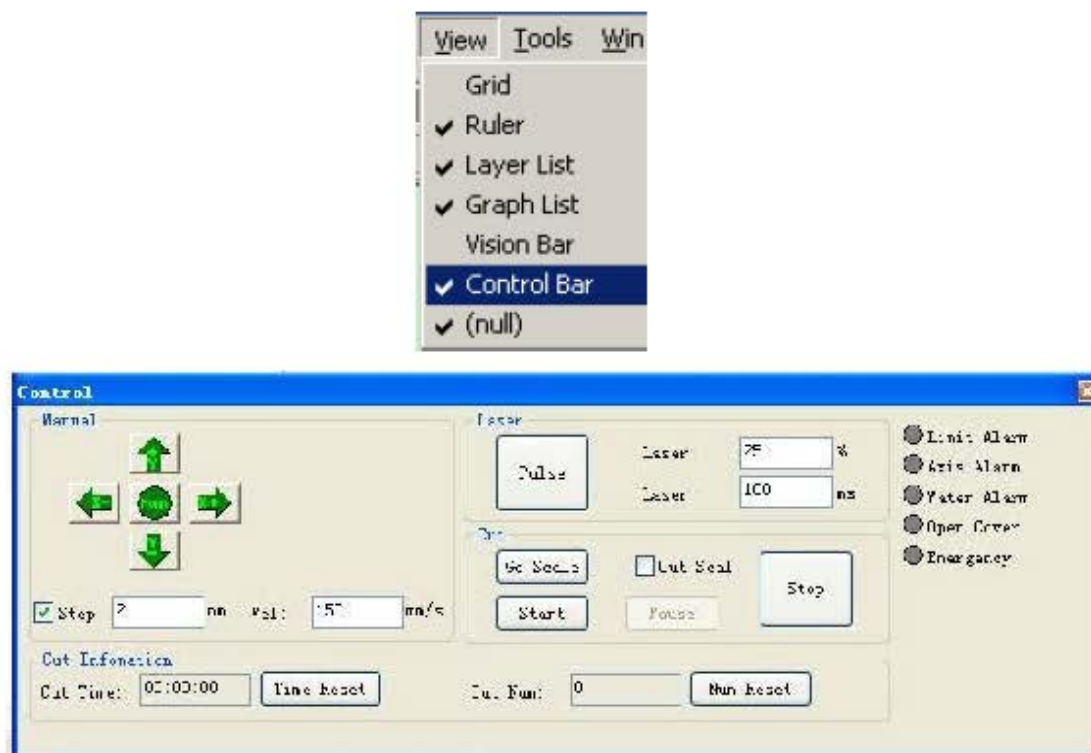

Fig. 3-59
- B. Selecione "Barra de Controle" no menu "Visualizar" para exibir a interface do painel de controle na interface principal, como na Fig. 3-59: